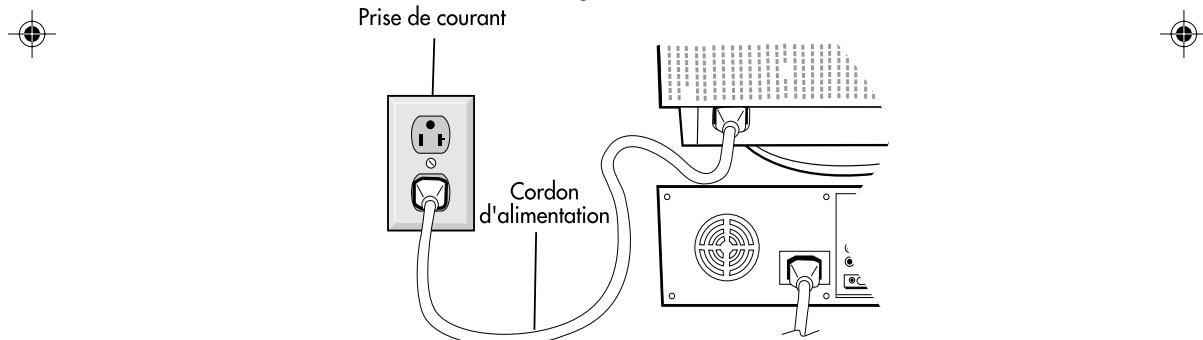

Figure C.1
**REMARQUE :** Pour obtenir un adaptateur de câble MultiSync Macintosh, appeler NEC Technologies au (800) 820-1230.
5. Connecter une extrémité du cordon d'alimentation au moniteur MultiSync et l'autre extrémité à la prise de courant (**Figure C.1**).